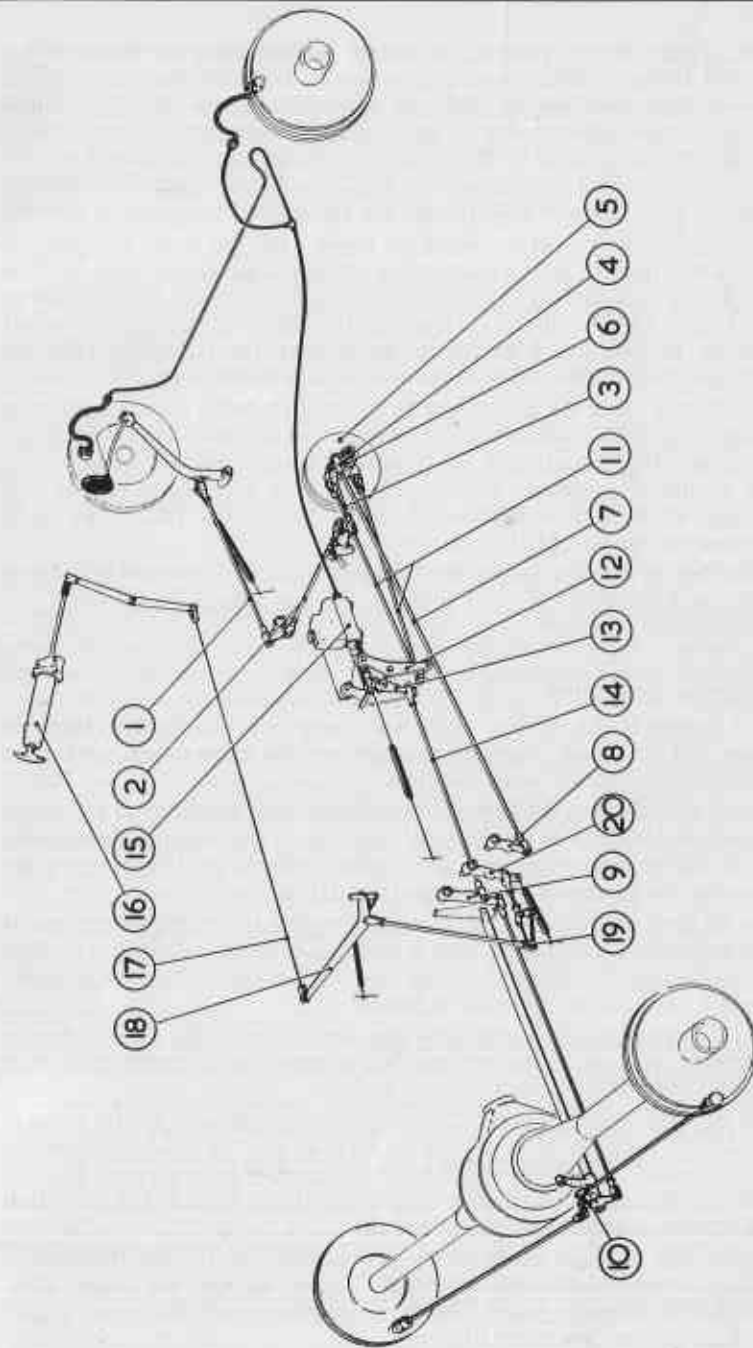

Fig. 17.—SYSTÈME DE FREINAGE—ROLLS-ROYCE.
Le schéma de la fig. 17 illustre tout le système de freinage.
Le pédale actionne une tringle (1, fig. 17) accouplée, par l'intermédiaire de la barre transversale (2) et de la tringle (3), au levier (4) sur l'arbre du servo. Ce dernier (5), monté sur le flanc droit de la boîte des vitesses, est entraîné à environ  $\frac{1}{10}$  de la vitesses de l'arbre de transmission.
Le servo, illustré à la fig. 17, est du type à disques secs de freinage. Il comporte un réglage pour la mise au point initiale et pour rattraper l'usure des surfaces de friction. Une fois exactement réglé, l'usure étant minime, il ne réclame aucun soin pendant longtemps. Ce réglage est très délicat et il vaut mieux le faire exécuter par la Maison Rolls-Royce Ltd., ou par un de ses agents.
Les seuls endroits qui demandent un graissage à la main sont les mâchoires et les axes des tiges et des leviers intermédiaires (8, 9 et 20, fig. 17). Ils doivent être lubrifiés à la main tous les 8.000 kilomètres, comme dit à la page 19. Les cames à billes qui entraînent le servo (décrites dans ce chapitre) sont remplies de lubrifiant aux usines et ne réclament donc aucun soin entre les révisions du châssis.